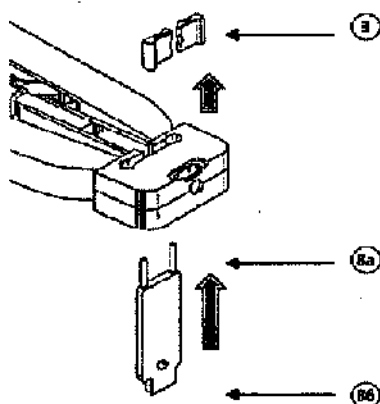

Рис. 132. Удаление лезвий из корпуса стриппера
3. Удалите лезвия (обозначены цифрой 3 на Рис. 132) из корпуса стриппера, используя зубчатый конец инструмента для удаления и вставки компонентов стриппера (обозначен 8а на Рис. 132), вставив его до упора в небольшие отверстия на обратной стороне корпуса, как показано на Рис. 132.